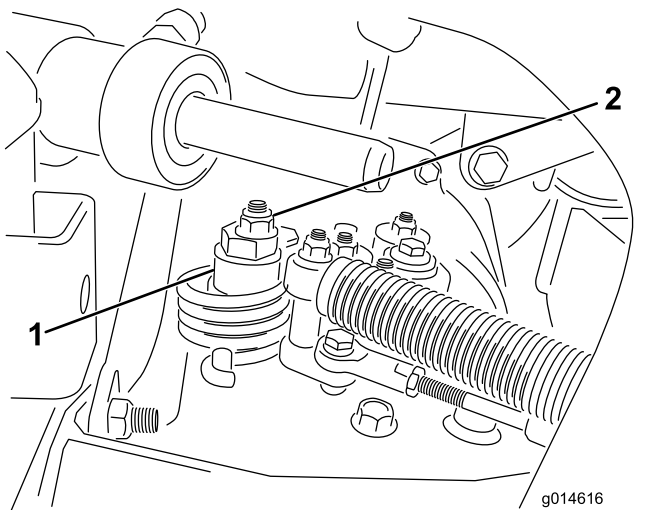

图34
- A. 松开将偏心螺栓固定到静液压泵顶部的螺母（图 34）。
- C. 旋转偏心螺栓，直到不再出现任何方向的缓慢前移。当轮子停止旋转时，旋紧螺母，锁定偏心螺栓和调整（图34）。将油门移至慢速和快速位置，验证调节情况。